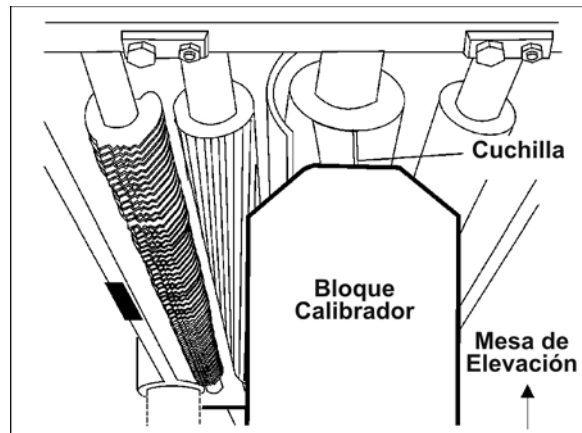

Figura 21
2. Coloque el bloque calibrador (Figura 21) sobre la mesa de trabajo directamente por debajo del borde la cuchilla como se muestra. Haga un contacto ligero elevando suavemente la mesa.